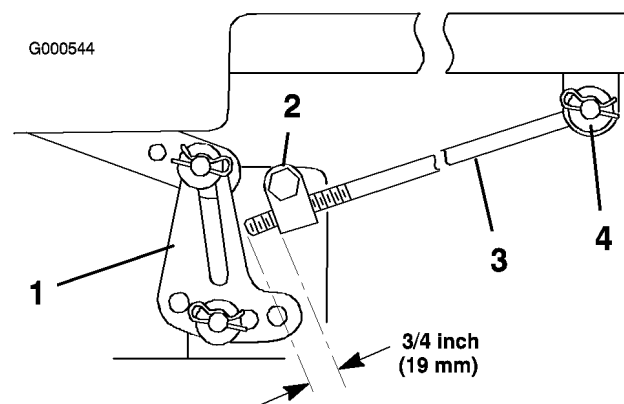

Bild 44
- Messen Sie die Länge der Stange, die aus dem Einstellblock an den Seiten des Rahmens heraussteht (Bild 44).
- Entfernen Sie, wenn die Länge der Stange **nicht** 19 mm beträgt, den Splint und die Scheibe vom Ende der Stange (Bild 44) und drehen Sie die Stange, bis die Länge von 19 mm erreicht ist.